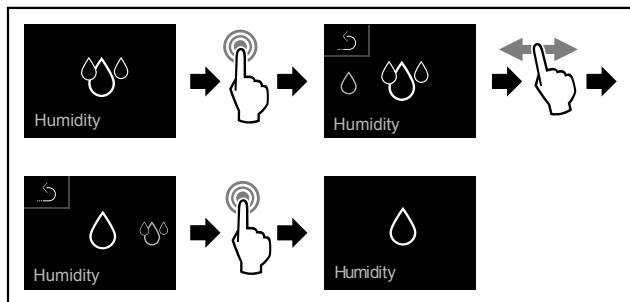

Fig. 70
- ▶ Atlikite veiksmus (žr. Fig. 70).